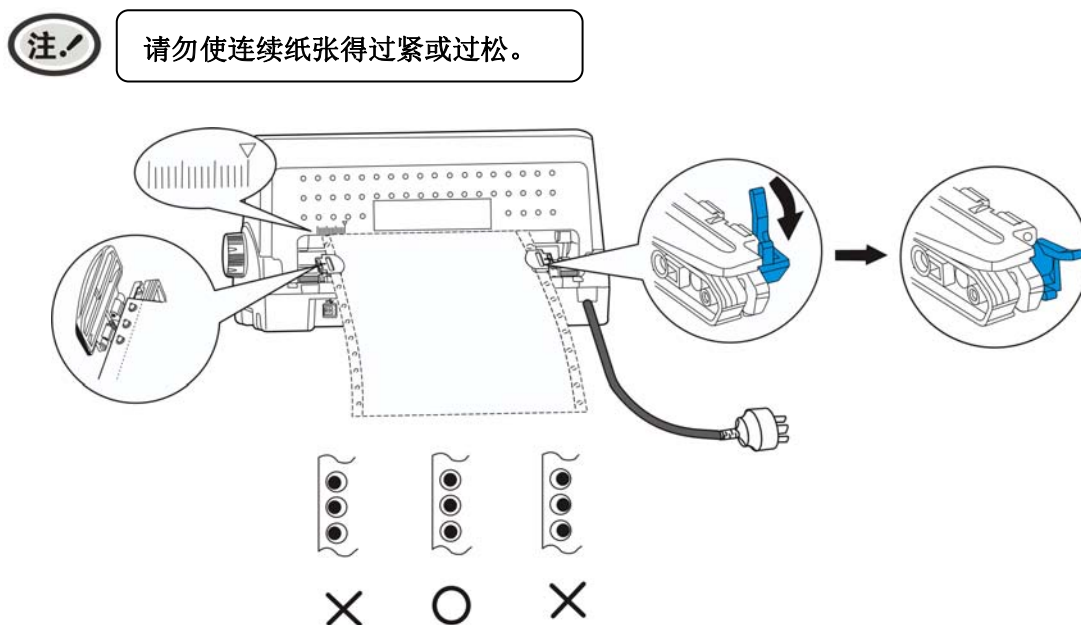

图 3-10 调整连续纸位置
5. 合上拖纸器左右链轮的链轮盖，然后移动拖纸器右链轮把纸拉平，再按下链轮锁定杆将其锁定（如图 3-10 所示）。